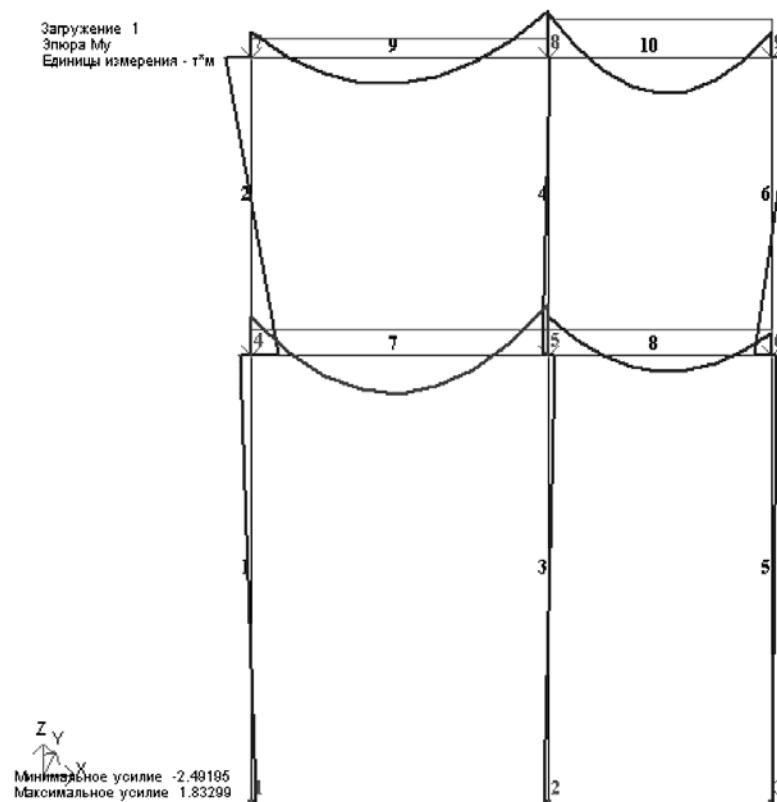

Рис.1.17. Эпюры изгибающих моментов M_y
- Выведите на экран эпюру M_Y (рис. 1.17) с помощью меню Усилия ⇒ Эпюры ⇒ Эпюры изгибающих моментов (M_Y) (кнопки и на панели инструментов).